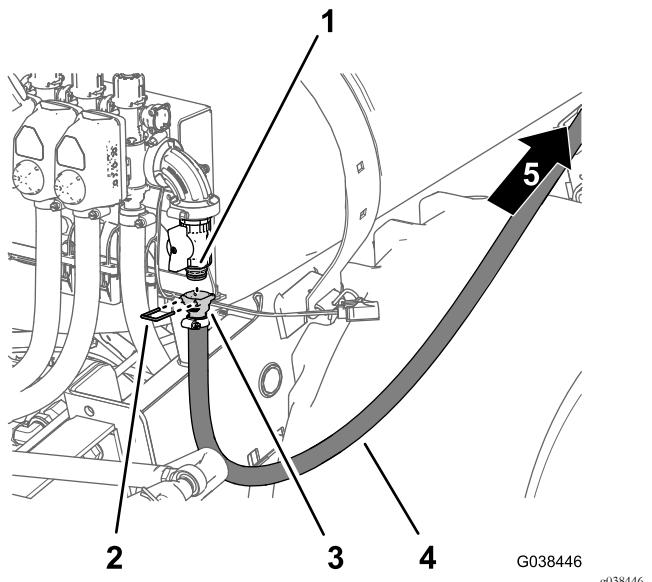

图96
2. 将软管的直通宝塔接头安装到法兰切断阀的快速连接接头上图96。
3. 使用在安装适用于可选喷枪套件或电动软管卷套件的切断阀\(页码35\)的步骤3中卸下的卡环固定直通宝塔接头和快速连接接头图96。
4. 沿打药车药缸朝软管卷的方向向前铺设供水软管图96。